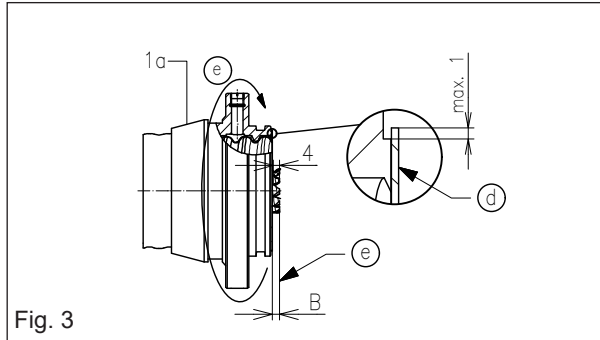

Fig. 3
### Außenleiter bördeln, Fig. 3
- e) Maß **B** überprüfen! Innenleiter gegebenenfalls kürzen. Überstehende Isolierwendel abschneiden. Kabelinnenleiter entspr. Fig. 3. mit geeignetem Werkzeug (z.B. Seitenschneider) einkerben; Anzahl der Kerben s. Tabelle.
adequate tool (e.g. edge cutter) cable inner conductor according to fig. 3; number of notches see table.
### Flaring of outer conductor, Fig. 3
- e) Observe dimension **B**! Cut off protruding insulating helix. Notch with adequate tool (e.g. edge cutter) cable inner conductor according to fig. 3; number of notches see table.